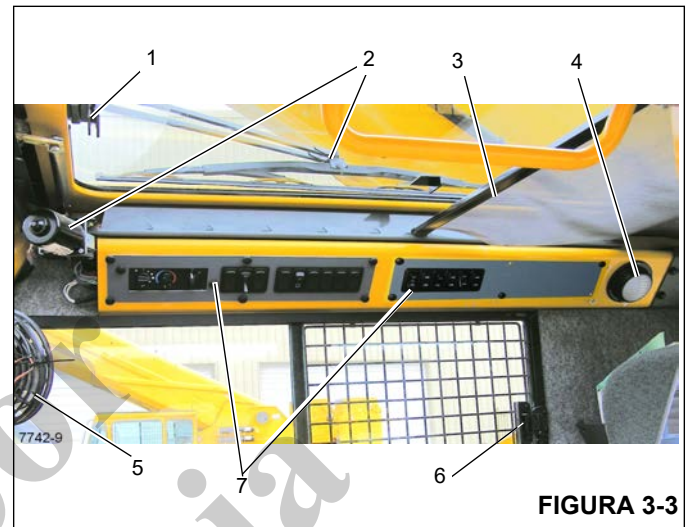
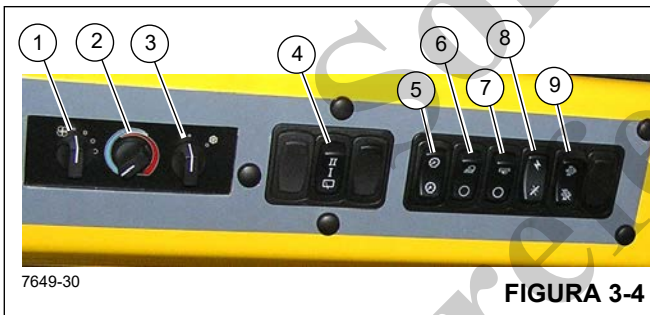

FIGURA 3-3
Figura 3-4 - Números de artículos
El pestillo de la ventana del techo (1, Figura 3-3) se encuentra en la parte delantera de la ventana. Apriete el pestillo y deslice la ventana hacia atrás para abrirla. Para cerrar, deslice la ventana hacia adelante hasta que el pestillo se trabaje.
El limpiacristal del techo (2, Figura 3-3) se controla por medio del interruptor del limpiacristal (4, Figura 3-4), y su funcionamiento es controlado por el motor del limpiacristal (2, Figura 3-3).
La visera de la ventana del techo (3, Figura 3-3) se utiliza para reducir la luz solar directa. La visera es autorretraíble y se puede utilizar para filtrar el ingreso de luz solar o se puede ajustar hacia atrás y trabarse en las muescas provistas.
La luz superior de la cabina (4, Figura 3-3) se encuentra en la esquina trasera derecha de la consola superior de la cabina y provee iluminación a la cabina. La luz superior del techo se controla por medio de un interruptor ubicado en la lámpara misma.
El ventilador de circulación de la cabina (5, Figura 3-3) se encuentra en el lado delantero izquierdo de la cabina, encima del marco de la ventana. Una unión giratoria permite girar el ventilador y en su base se encuentra el interruptor de control. El interruptor tiene las posiciones alta, baja y apagado.
El interruptor del ventilador del calefactor/acondicionador de aire (1, Figura 3-4) controla la velocidad del ventilador de la cabina. La velocidad del ventilador controla el volumen de salida de aire calentado (o enfriado) del ventilador. Los ajustes son apagado, velocidad baja, velocidad media y velocidad alta.
El interruptor de control del calefactor (2, Figura 3-4) controla la intensidad de la temperatura de calefacción. Gire el interruptor hacia la derecha (sentido horario) para abrir la válvula para la calefacción. (El calor proviene del fluido calentado que circula por el serpentín del calefactor.) Gire el interruptor hacia la izquierda (sentido contrahorario) para cerrar la válvula para detener la circulación del fluido y reducir el calor.
El interruptor del acondicionador de aire (3, Figura 3-4) controla el funcionamiento del sistema de acondicionamiento de aire opcional. Los ajustes son apagado (O) y encendido (I).
El limpiacristal eléctrico se usa para quitar la humedad de la ventana en el techo. El limpiacristal de la ventana del techo es controlado por el interruptor del limpiacristal (4, Figura 3-4). Éste es un interruptor de 3 posiciones, apagado, velocidad baja y velocidad alta.
El Interruptor de atenuación (5, Figura 3-4) controla la iluminación de la pantalla del tablero superior (7, Figura 3-3), presione el interruptor para aumentar o disminuir la iluminación del tablero.
El interruptor de luces de trabajo (6, Figura 3-4) controla las luces de trabajo de la grúa montadas en la parte delantera inferior de la cabina de la superestructura. Presione la parte superior del interruptor para encender las luces de trabajo. Presione la parte inferior del interruptor para apagar las luces de trabajo.
El interruptor de las luces de la pluma (7, Figura 3-4) se encuentra en el tablero de la pantalla lateral. Este interruptor de dos posiciones (ON/OFF) controla el funcionamiento de los proyectores de la pluma. Presione la parte superior del interruptor para encender las luces de la pluma; presione la parte inferior del interruptor para apagar las luces de la pluma.
El interruptor de alimentación de funciones de grúa (8, Figura 3-4) se encuentra en el tablero de la pantalla lateral. Este interruptor de dos posiciones (ON/OFF) permite al operador desconectar la energía eléctrica de las funciones de la grúa controladas por los controladores hidráulicos en los apoyabrazos. Al colocar el interruptor en la posición de APAGADO se impide el accionamiento inesperado de las funciones si se tocan los controladores durante el transporte u otra operación. Cuando el interruptor está en la posición OFF también se bloquea el funcionamiento de aumento hidráulico y la elevación a velocidad alta.
El interruptor de limpieza de sistema de escape del motor (9, Figura 3-4) se encuentra en el lado derecho del tablero de control superior. Este interruptor es un interruptor de tres posiciones: inhibir limpieza, permitir limpieza activa e iniciar limpieza manual. La posición central permite que la limpieza ocurra cuando se requiera, o presione este interruptor para forzar el inicio inmediato de la limpieza manual o para inhabilitar la limpieza indefinidamente: